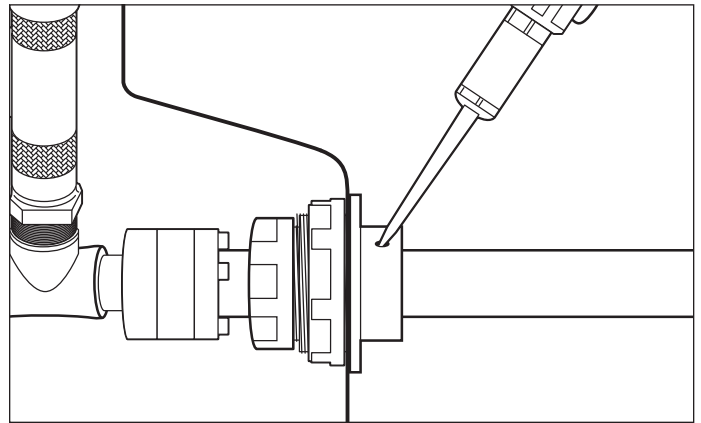

Figure 22-4
10. Utilisez la cartouche de liant époxy avec le pistolet applicateur pour remplir les trois ouvertures du corps fileté jusqu'à ce qu'elles soient visiblement pleines (voir Figure 22-4).